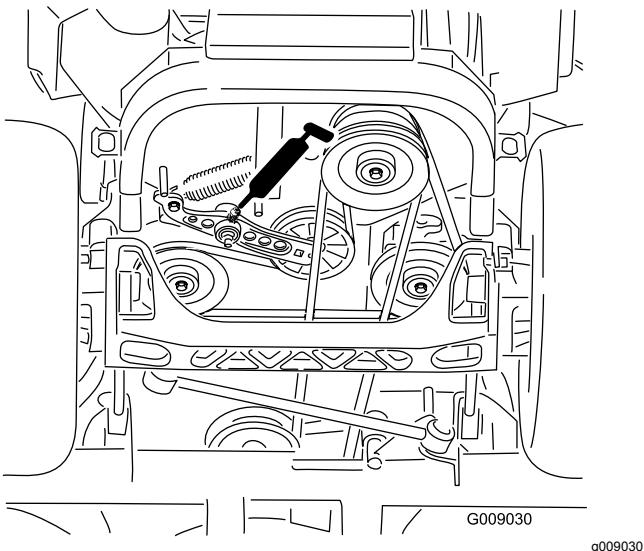

Figure 41
4. Graissez le bras de la poulie de tension de la courroie d'entraînement (Figure 41).